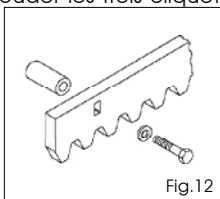

Fig. 12
5.4.2. Crémaillère à visser en acier (Fig. 12)